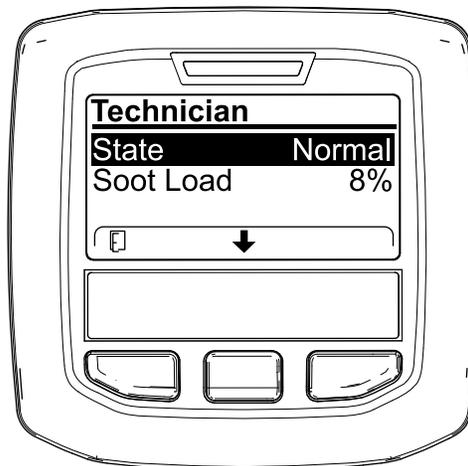

図 27
- DPF 稼働記録表で、現在の DPF の状態を確認する 図 27。